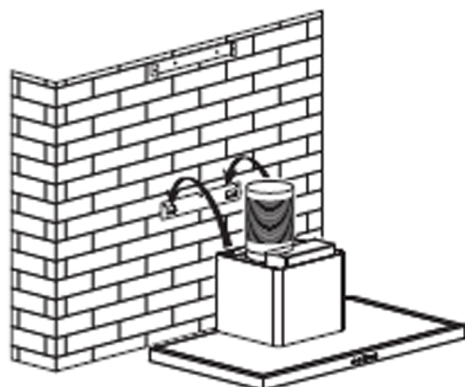

Figura 5
5. Coloque o exaustor no gancho. Veja a figura 5.